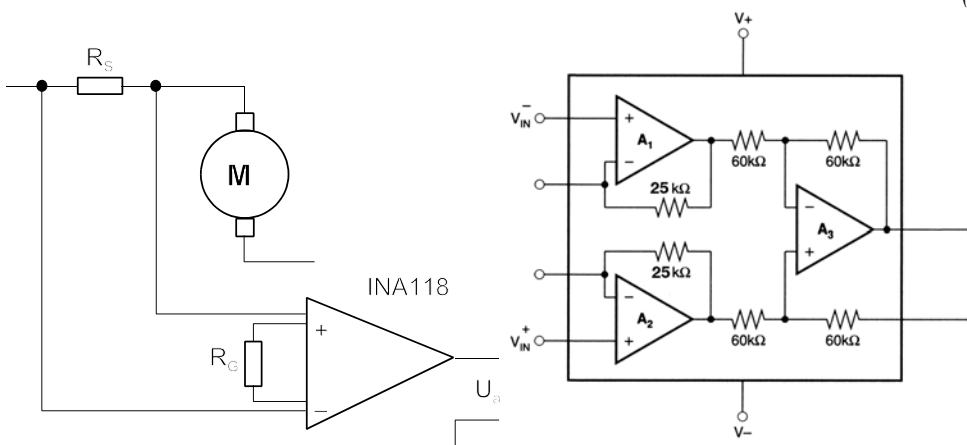

Abb. 6
11. Der durch eine Last fließende Strom ist zu überwachen (Abb. 6). Im Beispiel sollen es maximal 4 A sein. Am Meßwiderstand sollen dabei 200 mV abfallen. Dimensionieren Sie R_S und R_G so, daß sich bei 4 A Laststrom eine Ausgangsspannung U_a von 4 V ergibt.
12. Wir bleiben bei Abb. 6. Wenn die Ausgangsspannung 2,1 V übersteigt, soll ein Relais anziehen (um irgend eine Notmaßnahme zu veranlassen). Entwerfen Sie eine entsprechende Zusatzbeschaltung (nur Prinzipschaltbild und Erläuterung der Wirkungsweise; keine Dimensionierung). Es wird angenommen, daß die jeweils benötigten Versorgungsspannungen bereitgestellt werden können. Tip: teilen Sie sich das Problem auf: 1. Bereitstellung der Bezugsspannung von 2,1 V (möglichst billig, aber irgendwie stabil), 2. Erkennen der Überschreitung, 3. Ansteuern des Relais.